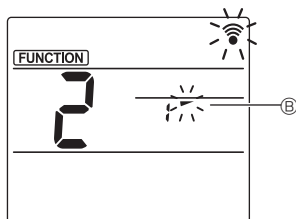

Fig. 3-3
③ Réglage de l'angle d'ailette (Fig. 3-3)